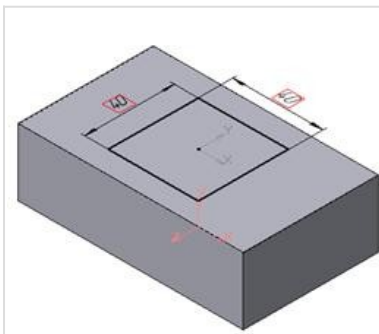
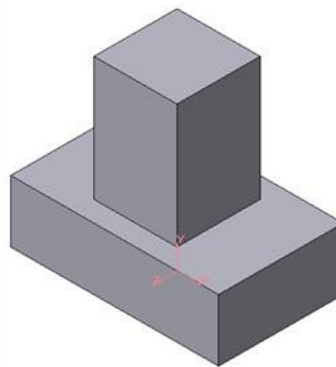

Рис.87 Эскиз призмы
Рис.88 Операция приклеивания элемента
2. Для построения верхнего элемента детали - прямоугольной четырехгранной призмы на верхней плоскости основания вычертим эскиз - квадрат со сторонами 40 мм (рис.87) и приклеим призму выдавливанием на 50мм (рис.88).